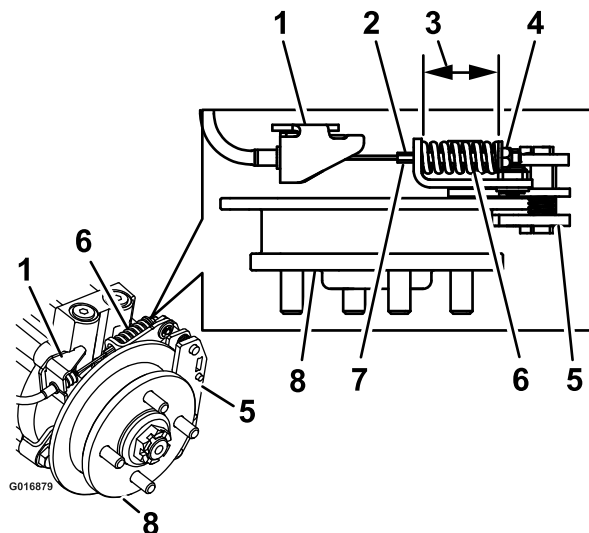

Bild 76
9. Halten Sie die Gewindestange mit einem Werkzeug fest und stellen Sie die Sicherungsmutter ein, bis die Federlänge zwischen 3,8 cm und 4,0 cm liegt (Bild 76). Das Kabel darf sich nicht drehen, wenn Sie die Muttern lösen.